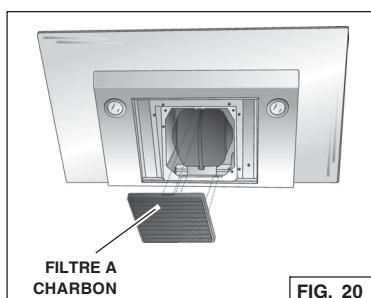

FIG. 20
- Pour ôter le filtre à CHARBON, le pousser sur le verrou du filtre avant. Tirer le filtre vers le bas pour dégager les languettes arrière du filtre. Fig. 20.